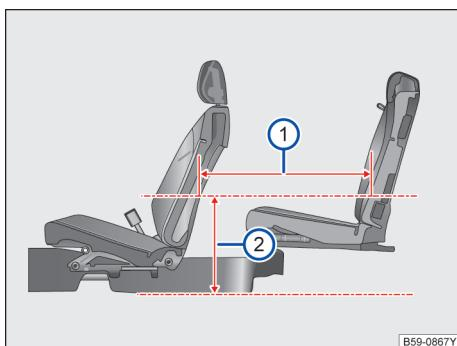

图 91 座间距
当前后排座椅都位于设计位置时, 在距离地板位置 415mm 处→图 91 ②, 座间距为 734mm→图 91 ①。